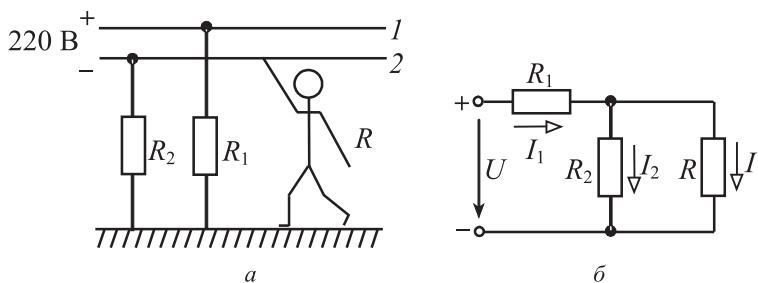

Рис. 1.8
**Задача 1.14.** Определить ток, проходящий через тело человека, который коснулся оголенного провода незаземленной двухпроводной ЛЭП постоянного тока (рис. 1.8, а), если:
**Решение.** 1. Расчетная схема представляет собой смешанное соединение сопротивлений (рис. 1.8, б), и ток, проходящий через тело человека, определяется выражением